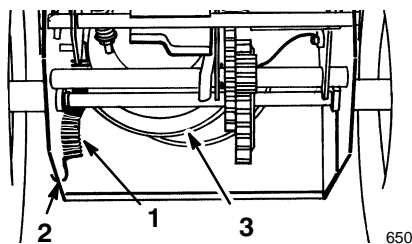

Figure 20
7. Décrochez le ressort de l'encoche du bord inférieur du panneau latéral (Fig. 20).
14. Raccrochez le ressort dans l'encoche du bord inférieur du panneau latéral (Fig. 20).